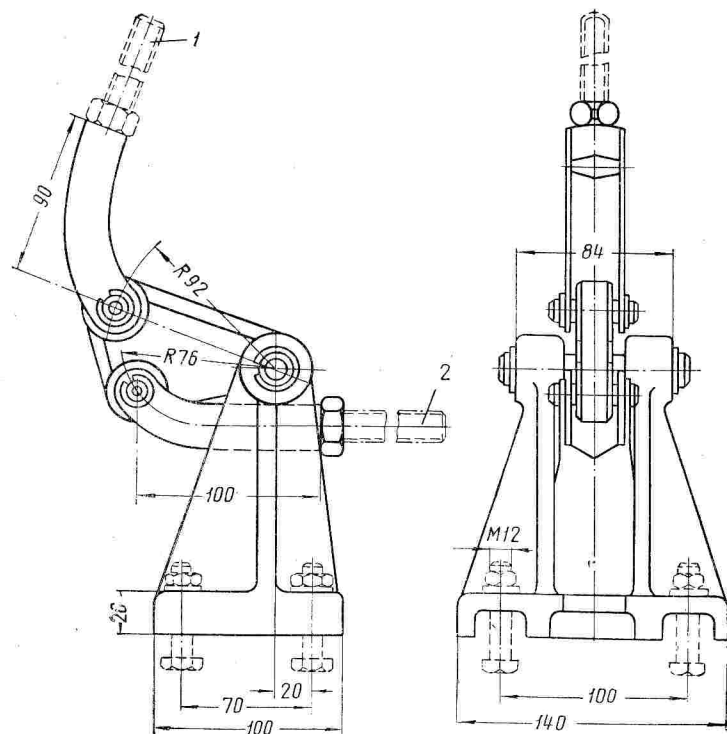

Рис. 19. Подшипник типа ПДР для соединения выключателя типа ВМГ-133 с приводом ПРБА:
31. При соединении выключателя с приводом ПРБА рычаг и подшипник (рис. 19) дистанционной передачи устанавливать в соответствии с существующими техническими условиями.